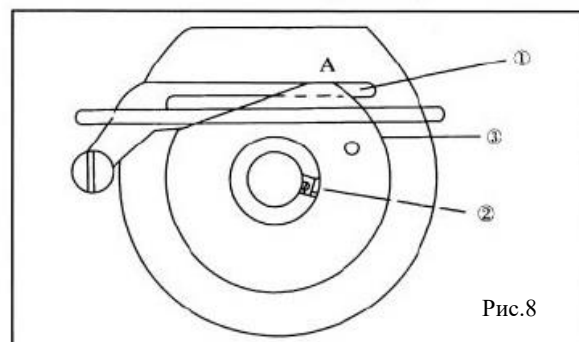

Рис.8
**6.4. Регулировка положения эксцентрика нити петлителя. Рис.8.**